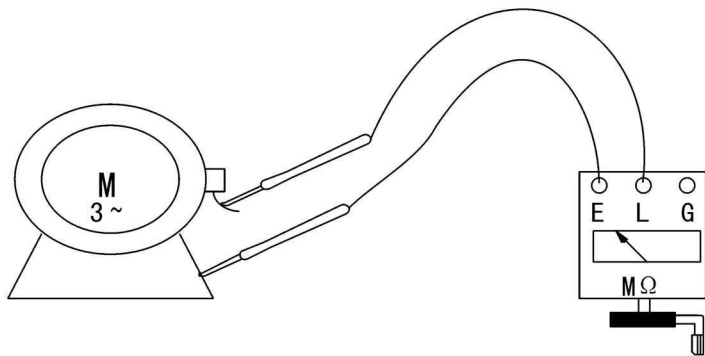

图 1-1 用兆欧表(摇表、高阻表)测量电动机的绝缘电阻
①在测量前先进行“欧姆调零”。
②选择适当的量程,将红黑表棒接线圈电阻,使万用表指针的偏转尽可能接近标度尺的中心位置。测量中不允许用手同时触及被测电阻的两端,以保证测量的准确性。
③读出电阻值。
④测量完毕后,应将转换开关置于交流电压的最高挡或空挡。
①选择交流电压的最大量程,将红黑表棒接市电插座。
②粗略估计电压大小,选择合适的量程,使指针的偏转尽可能指向满刻度。
③读出读数。
(3)用兆欧表(摇表、高阻表)测量电动机的绝缘电阻(图 1-1)